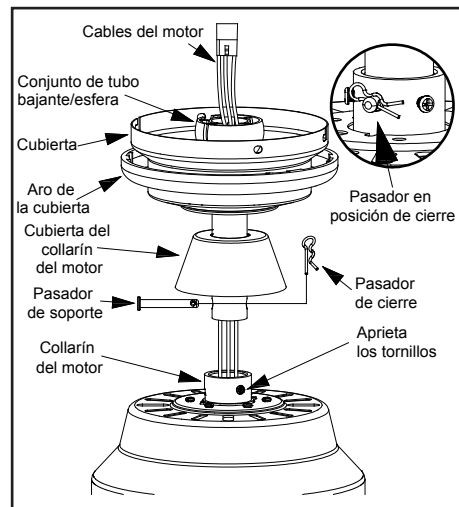

Figura 7
4. Inserta los cables que salen por la parte superior del motor del ventilador, a través de la cubierta decorativa del collarín del motor y enseguida por el aro de la cubierta. Asegúrate de que las ranuras queden en la parte superior. Inserta los cables a través de la cubierta y enseguida a través del conjunto del tubo bajante/esfera. (Figura 7)
6. Alinea los orificios en la parte inferior del tubo bajante con aquellos del collarín en la parte superior de la carcasa de motor. (Figura 7)
Inserta con cuidado el pasador de soporte a través de los orificios del collarín y del tubo bajante. Ten cuidado de no apretar contra el cableado dentro del tubo bajante. Inserta el pasador de cierre en el orificio cercano al extremo del perno hasta que encaje en su posición, como se muestra en el círculo de la Figura 7.